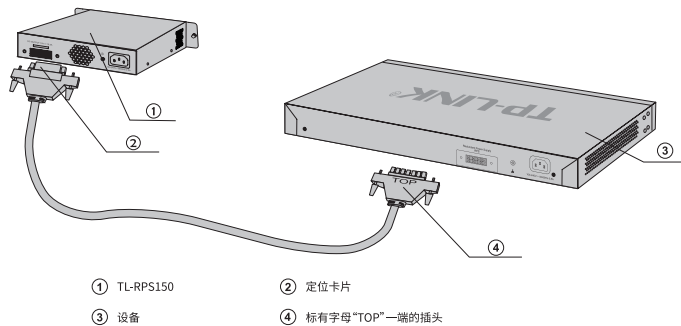

图3-8 连接设备和TL-RPS150示意图
3. 使用TL-RPS150中配送的直流电源线连接设备和TL-RPS150。如图3-8所示，直流电源线的其中一端插头上标有字母“TOP”，另一端插头上则带有一个定位卡片。请将标有字母“TOP”的一端插到设备的RPS输入接口，而带有定位卡片的一端插入TL-RPS150的直流输出接口。操作时应注意将两端插头中带字母“TOP”和带定位卡片的一面朝上。